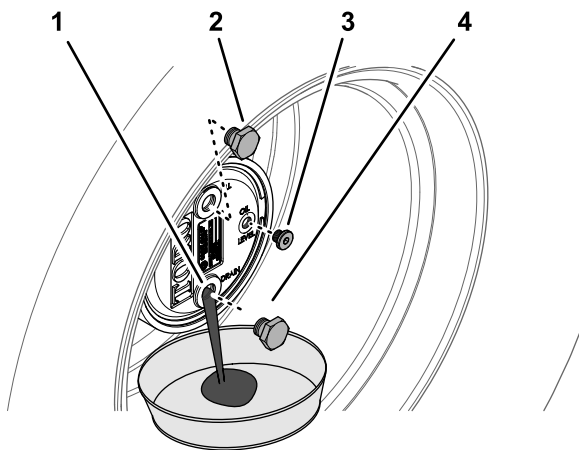

Figure 102
2. Enlevez le bouchon de remplissage de la position 12 heures et le bouchon de contrôle de la position 3 heures (Figure 102).
3. Placez un bac de vidage sous le moyeu du train planétaire, enlevez le bouchon de vidange à la position 6 heures et vidangez toute l'huile (Figure 102).
5. Insérez le bouchon de vidange dans l'orifice de vidange du carter de train planétaire (Figure 102).